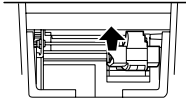

Fig. 2
- Sujete la parte superior del rodillo entintador y extraiga el rodillo tirando de él hacia usted y hacia arriba. (Fig. 2)